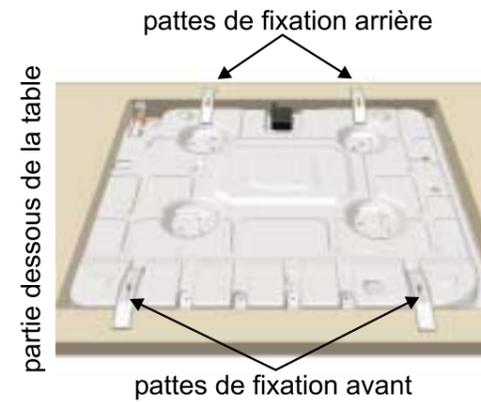

Fig. 8
- Fixez la table dans le plan de travail à l'aide de quatre pattes de fixation qui ont été fourni avec les éléments de raccordement (fig. 8 i 9).